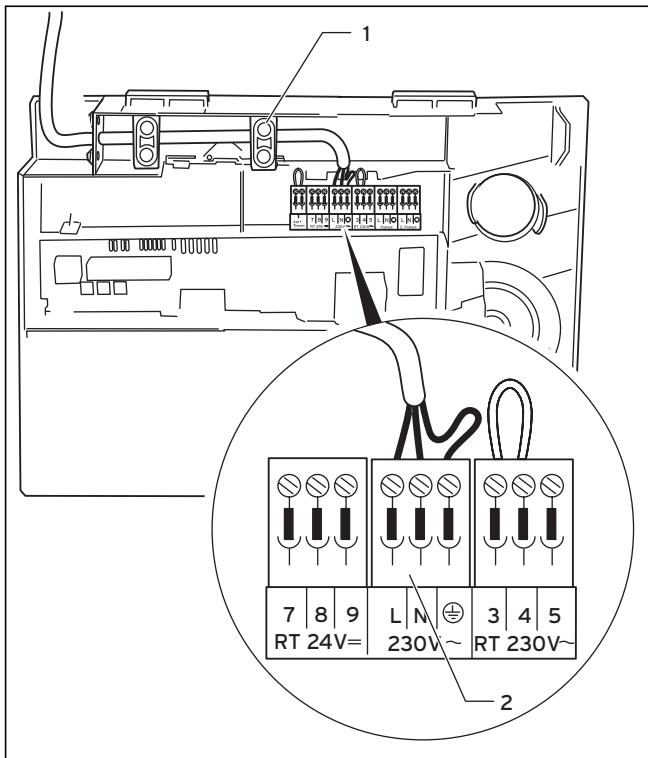

Abb. 5.7 Anschluss der Netzzuleitung
- Sichern Sie die Leitungen mit den Zugentlastungen **(1, Abb. 5.7 und 5.8)**.
- Verlegen Sie die Netzzuleitung zur Anschlussebene im Schaltkasten wie in Abbildung 5.7 gezeigt.
- Sichern Sie die Leitungen mit der Zugentlastung (1).
- Klemmen Sie die Netzzuleitung an den dafür vorgesehenen Klemmen ⊕, N und L des System ProE an (2).